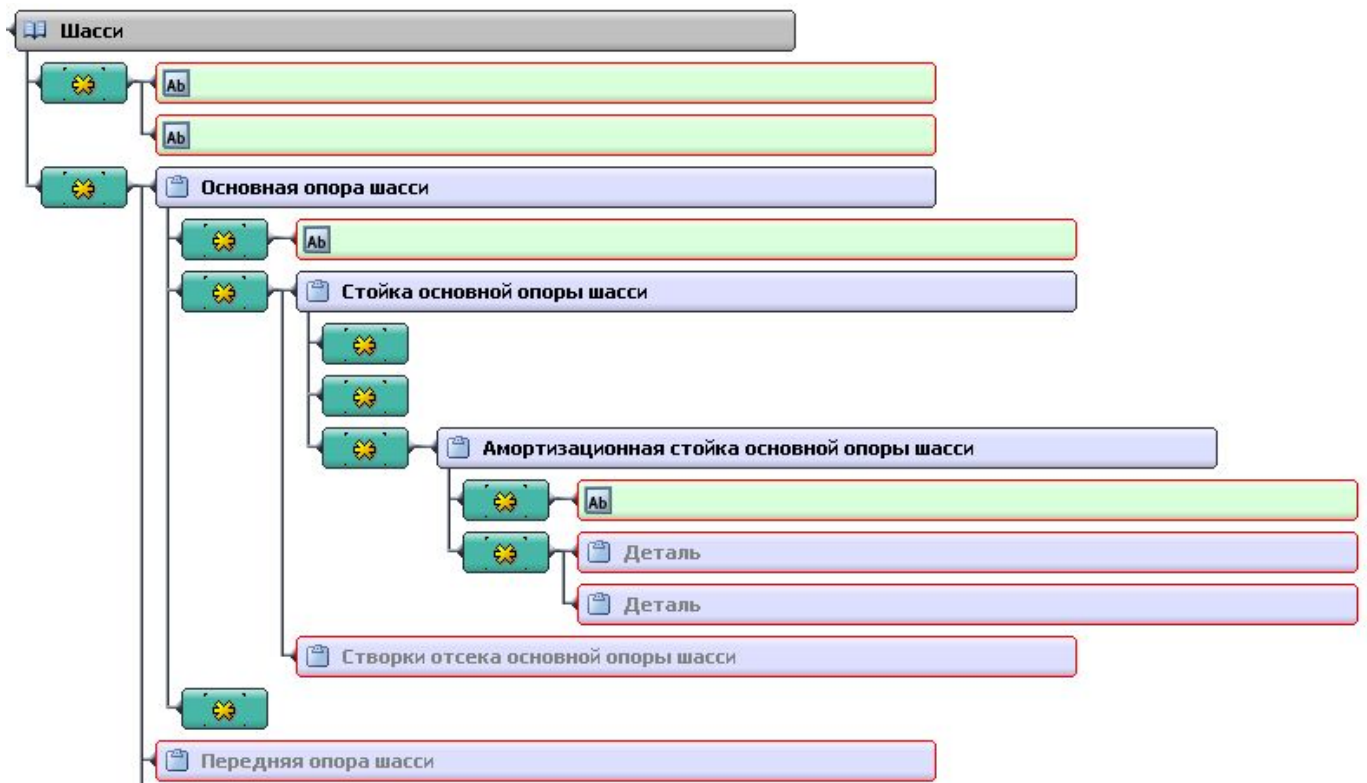

Рис. 2.58
10. Элементу **Агрегат** присвойте название «Амортизационная стойка основной опоры шасси» (Рис. 2.58).
11. Разверните структуру элемента «Амортизационная стойка основной опоры шасси». Создайте второй элемент **Деталь**, нажав один раз на прямоугольник со значком индикатора . (Рис. 2.58).